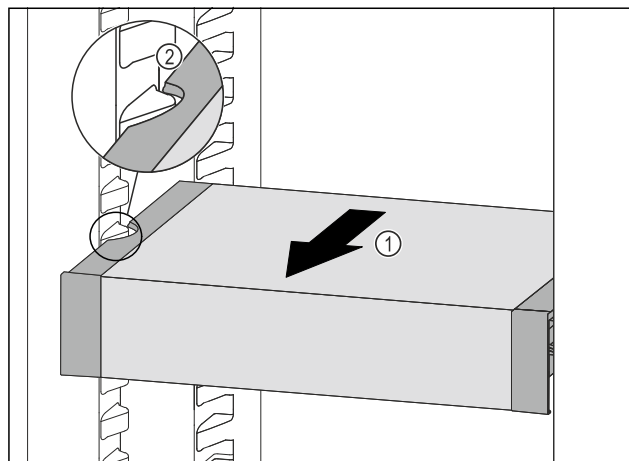

Fig. 68
- VarioSafe vucite prema naprijed Fig. 68 (1) sve dok se bočni otvori ladice VarioSafe ne nađu na visini žlijeba spremnika u hladnjaku. Fig. 68 (2)